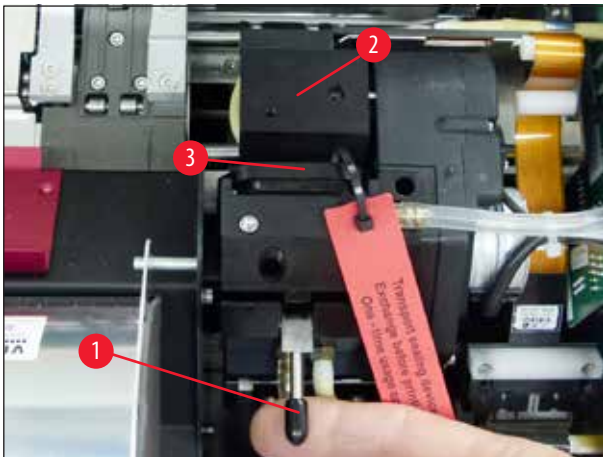

图 34
4. 打印头(→"图 34-2")向上移动到距离密封缘(→"图 34")大约1 cm 的位置。